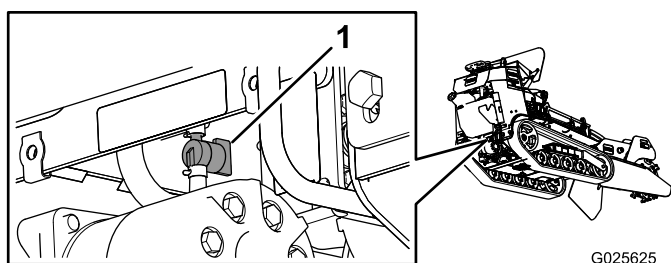

Figura 39
5. Rode a válvula de bloqueio de combustível (Figura 39) para a posição fechada.